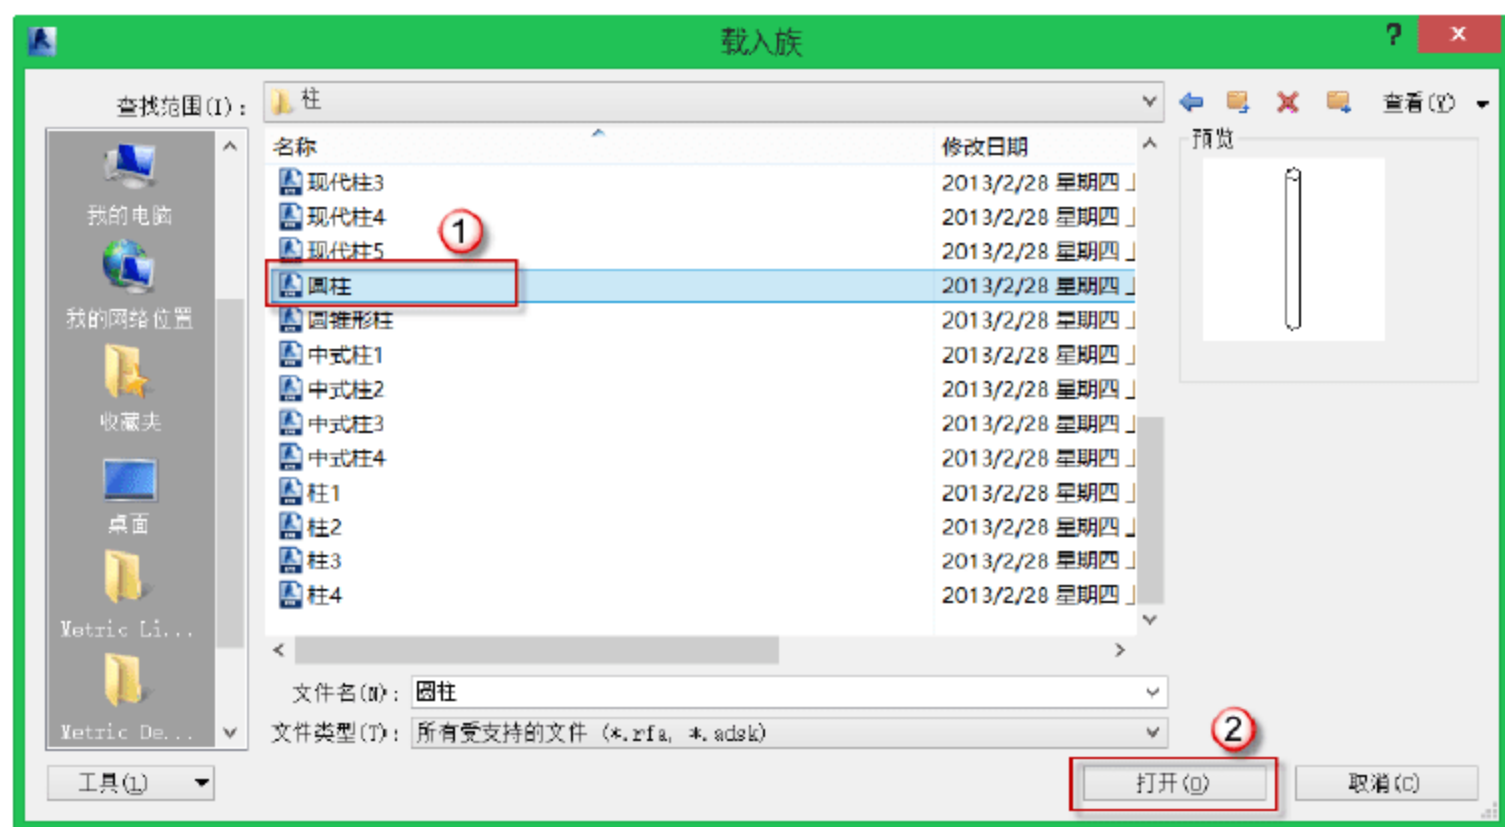

图 10.2.79 载入建筑“圆形柱族”
(1) 载入建筑“圆形柱族”。选择“插入”→“载入族”→“建筑”→“柱”→“圆形柱”命令，弹出“载入族”对话框，单击“打开”按钮，如图 10.2.79 所示，载入建筑“圆形柱”。